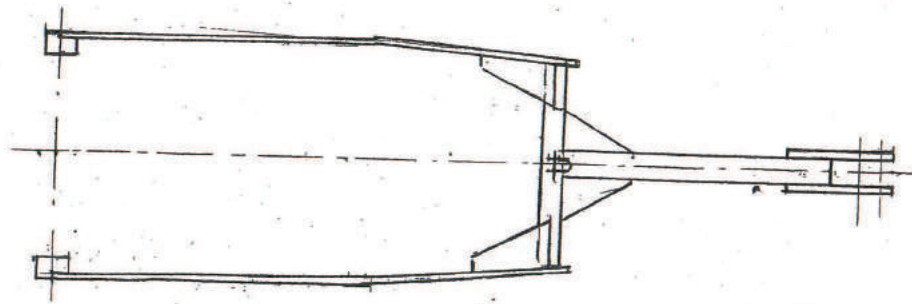
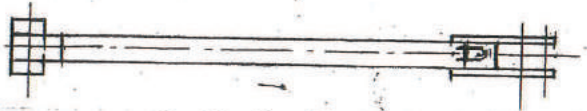
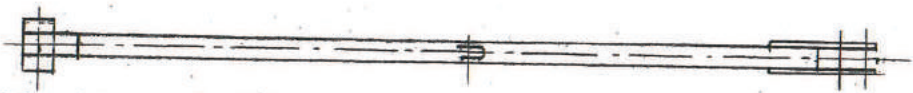

Рис.5
Рис.7
Рис.8
- Грядиле: обводной (рис. 5), односторонние правый, левый (рис. 6,6а), короткий (рис. 7) и длинный (рис. 8) являются переходным звеном между рабочими органами и рамой.